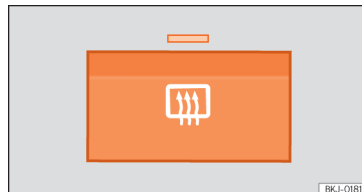

**Fig. 146** Vicino ai comandi del climatizzatore: interruttore del lunotto termico.
- Premere l'interruttore di disappannamento  ►►► **fig. 146**